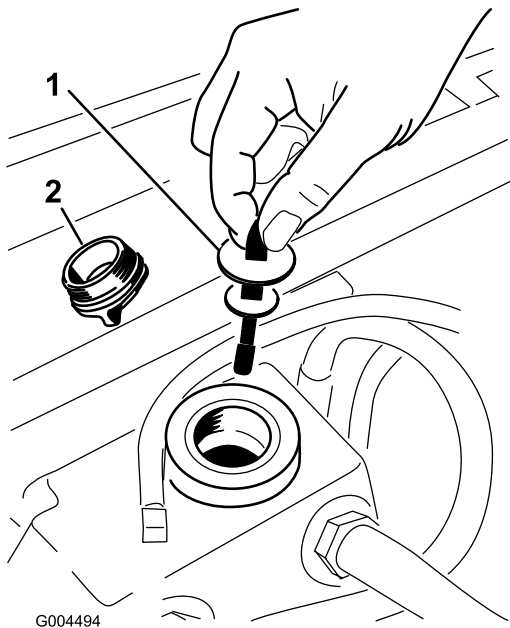

Figura 56
5. Retire el tapón de llenado de aceite hidráulico del cuello de llenado (Figura 56).
6. Retire la varilla y límpiela con un paño limpio (Figura 56).
7. Inserte la varilla en el cuello de llenado; luego retírela y compruebe el nivel del fluido (Figura 56).